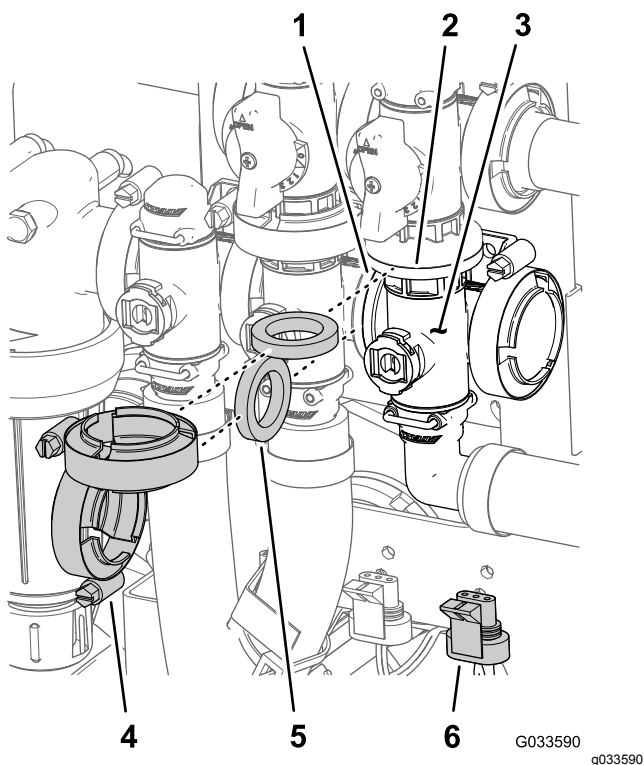

Figura 129
1. Alinhe a flange do coletor da válvula da rampa principal, uma junta e a flange da válvula de derivação da rampa principal (Figura 129).
- Monte o coletor da válvula da rampa principal, junta e válvula de derivação da rampa principal com uma braçadeira de flange bem apertado à mão (Figura 129).
- Alinhe a flange do coletor da válvula da rampa principal, uma junta e o coletor da válvula de agitação (Figura 129).
- Monte o coletor da válvula da rampa principal, junta e coletor da válvula de agitação com uma braçadeira de flange e aperte à mão (Figura 129).
- Monte a válvula de agitação na montagem da válvula com o parafuso de cabeça flangeada e porca de bloqueio flangeada (Figura 129) que removeu no passo 3 de Remoção da válvula do coletor da rampa principal (página 84) e aperte a porca e parafuso com 10 a 12 N·m.